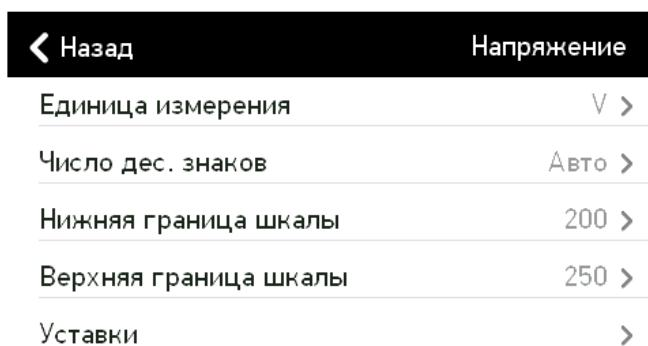

Рисунок 4.29. Меню «Напряжение»
- Напряжение (Ток, Мощность, Частота и Косинус). В данном разделе (рис. Рисунок 4.29. Меню «Напряжение») можно изменить параметры отображения параметра: осуществить выбор размерности величины (без множителя, кило-, мега-); количество отображаемых знаков после запятой (если выбрано «Авто», отображаются только действительные разряды, лишние нули отбрасываются); пределы шкалы стрелочного прибора; конфигурация уставок.